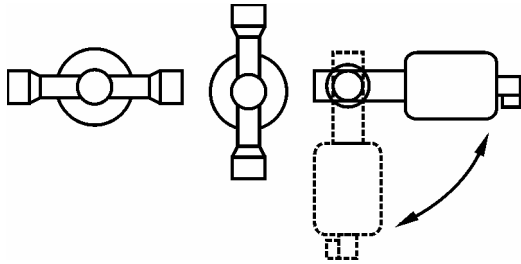

Рис. 2
- Рекомендуется устанавливать обратный клапан (2) на линии нагнетания к конденсатору после ответвления к вентилю (1) (см. Рис.2).